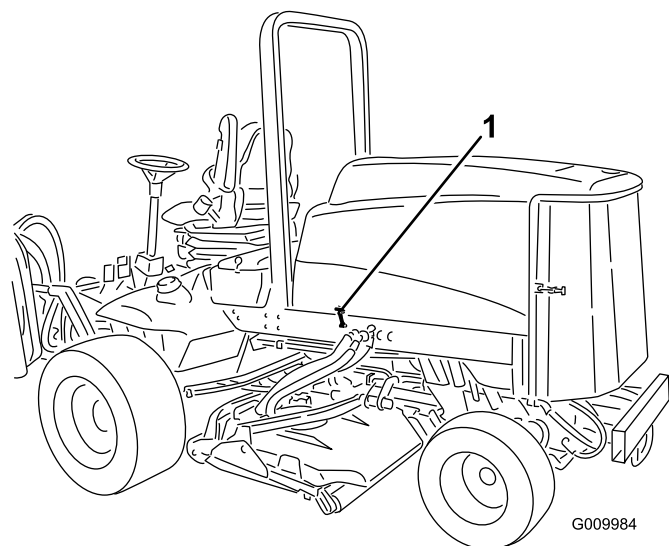

Figure 3
1. Décrochez le verrou du capot de son support (Figure 3).